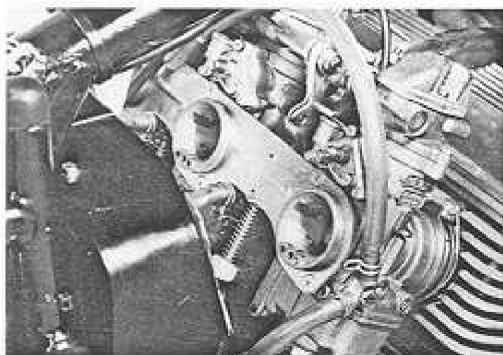
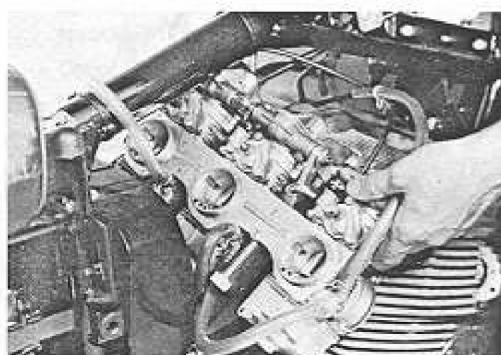

Fig. 29
Fig. 30
- * Togliere i carburatori. Per fare ciò sfilare i manicotti di gomma che li collegano ai filtri dell'aria (Fig. 29), allentare le fascette di fissaggio e quindi rimuovere i tre carburatori assieme ruotandoli leggermente verso l'alto allorché essi vengano sfilati dai collettori (Fig. 30).
- * Remove the carburettors. To carry out this operation remove the rubber sleeves leading to the air filter box (Fig. 29), slacken the screws of the securing clips and slide the carburettor assembly off inlet manifolds. It is advisable to slightly turn the carb assembly as shown in photograph during removal (Fig. 30).